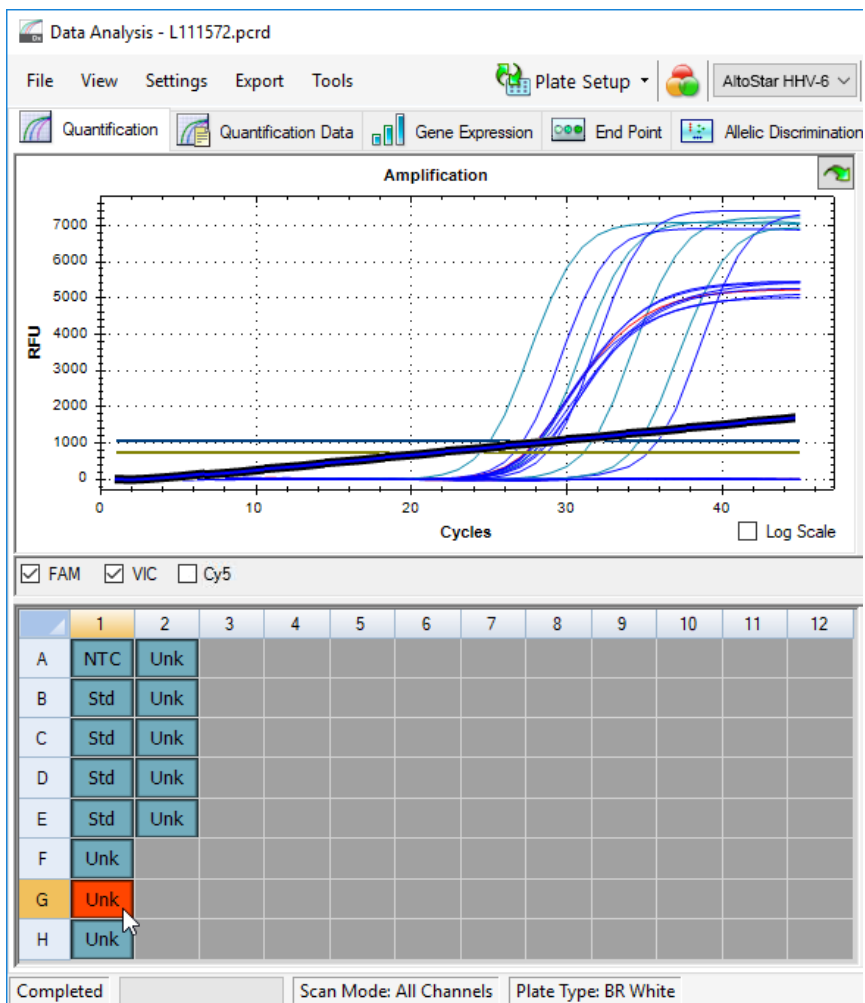

Figura 6: Ventana Data Analysis (análisis de datos): señal de PCR irregular
2. Identifique pocillos con señales de PCR irregulares (aumento de señal lineal, picos de señal, etc.) en cualquiera de los canales de detección de FAM™ (HHV-6A objetivo), VIC™ (IC) o Cy5 (HHV-6B objetivo) (consulte la figura 6).